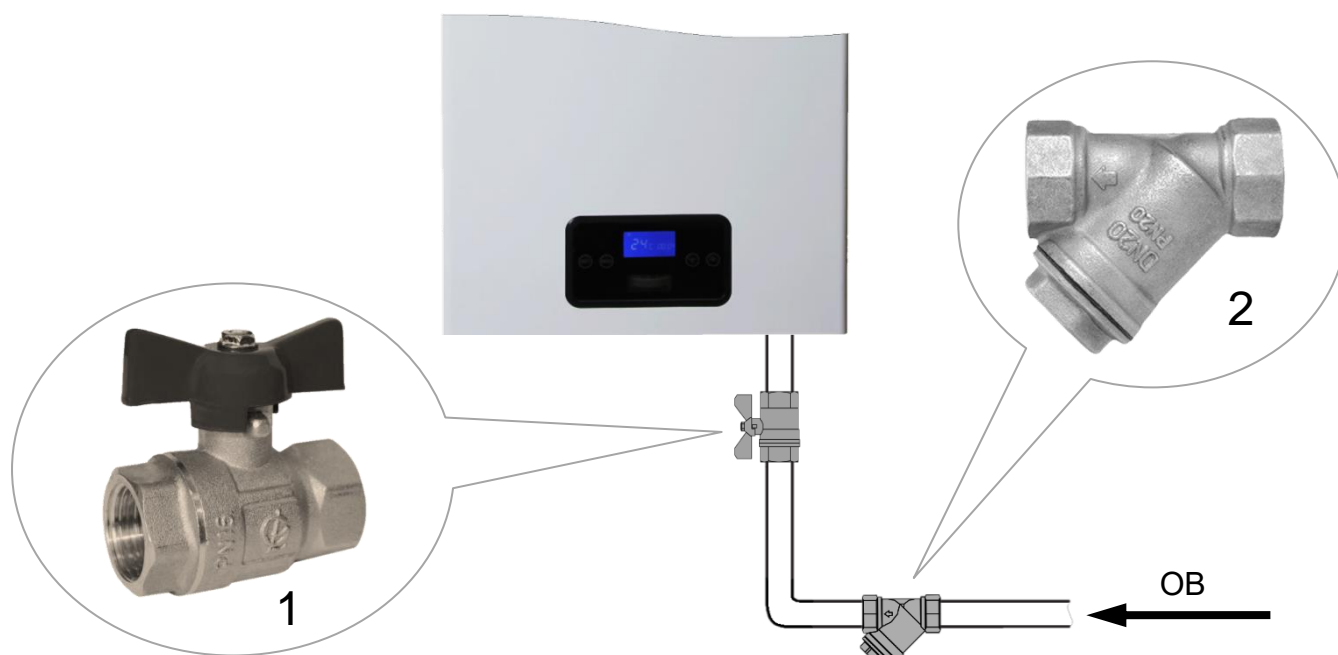

Рис. 19 Монтаж труб системы отопления и водоснабжения.
- Для осуществления ТО котла, **рекомендуется** перед присоединительными патрубками котла установить (смонтировать) запорные краны, которые **должны** быть расположены так, чтобы их поворотные ручки были доступны (См. Рис. 19).
- **Настоятельно рекомендуется** на обратном трубопроводе СО, на входе ОВ в котёл установить косою сетчатый фильтр для очистки ОВ от нежелательных примесей и отложений (См. Рис. 19). Рекомендуется устанавливать фильтр с сеткой (фильтрующим элементом), у которой размеры ячеек 300-500 микрон.